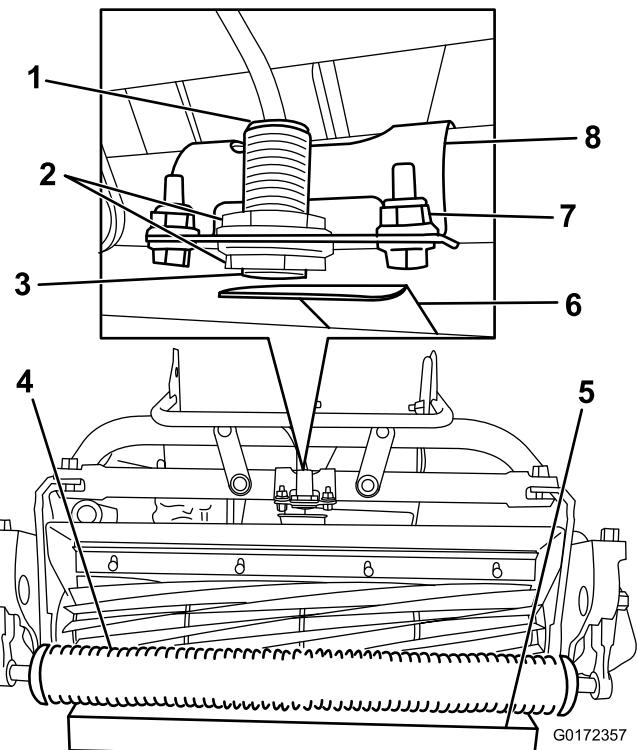

Figura 17
- Allentate i controdadi sul sensore e regolatelo in modo che sia visibile un filetto dopo il controdado inferiore (Figura 17).
- Posizionate un blocco da 3,8 cm sotto il rullo dell'apparato di taglio anteriore (Figura 17).
- Allentate i fermi che fissano la staffa del sensore al telaio (Figura 17).
8. Ruotate la staffa del sensore verso la piastra di misurazione in modo che la luce sopra il sensore si accenda (Figura 17). Se la luce era già accesa, allontanatela dalla piastra di misurazione in modo che si spenga, quindi invertite la direzione finché non si riaccende.